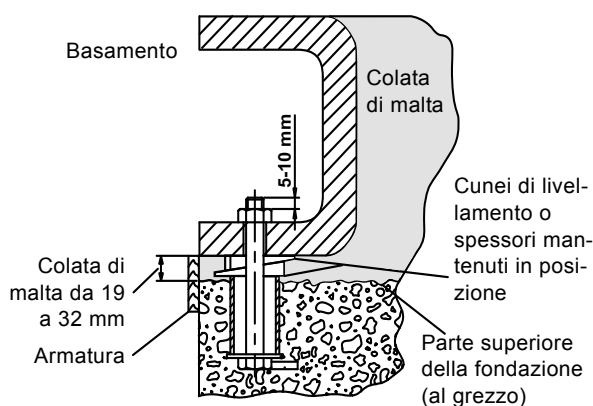

Fig. 11 Vista in sezione della fondazione con bullone, colata di malta e basamento
3. Riempire l'armatura con la malta fino al bordo del basamento, vedere fig. 11. Permettere alla malta di asciugarsi completamente prima di collegare la tubazione alla pompa (se la procedura è stata eseguita correttamente sono sufficienti 24 ore).